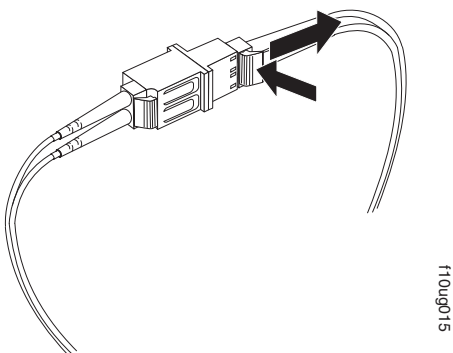

Figura 35. Removendo o Cabo Fibre Channel LC-LC de um Adaptador de Cabo Fibre Channel LC-SC
2. Puxe cuidadosamente o conector para removê-lo. Assegure-se de segurar pelo conector e não pelo cabo ao remover o cabo LC-LC do adaptador do cabo LC-SC, conforme mostrado na Figura 35.